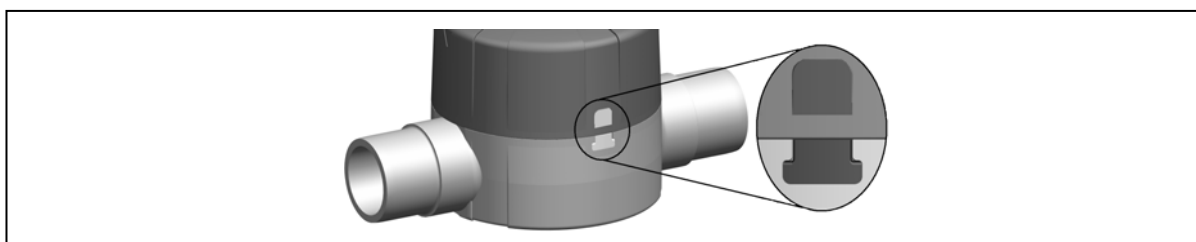

Fig. 26
- et que l'indicateur de position en demi-cercle s'aligne avec le verrou à friction, voir Fig. 26